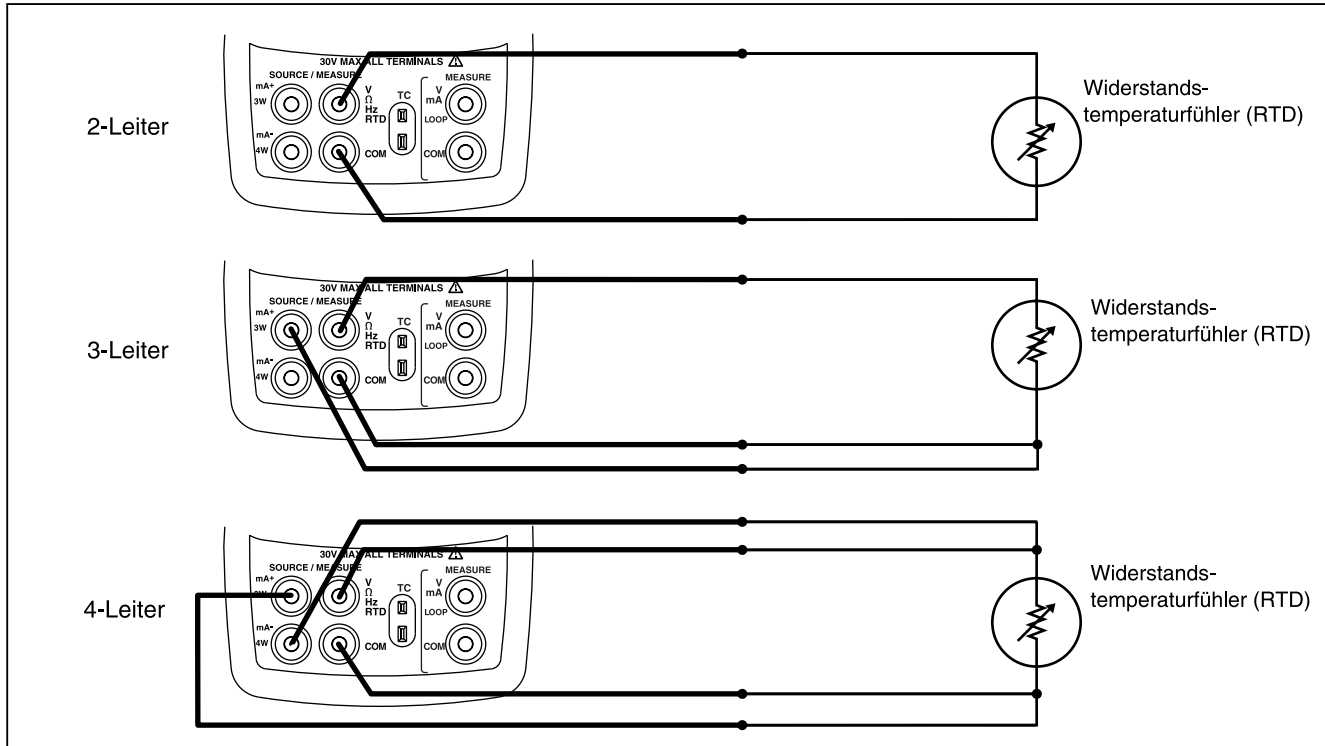

Abbildung 11. Messen von Temperatur mit einem Widerstandstemperaturfühler (RTD),
4. Den Widerstandstemperturfühler gemäß Abbildung 11 an die Eingangsbuchsen des Kalibrators anschließen.